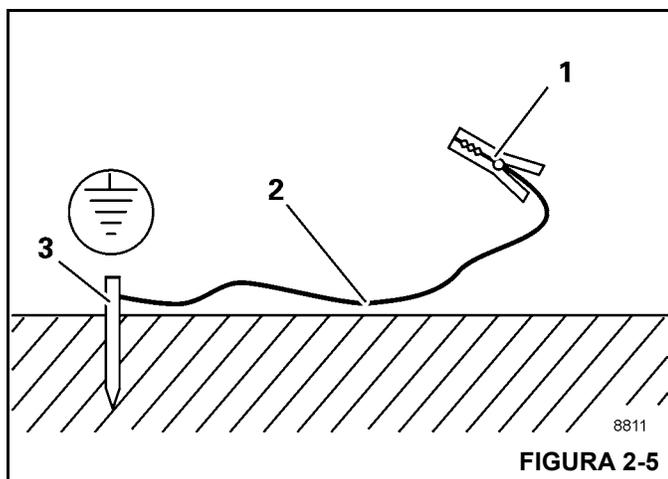

FIGURA 2-5
1. Martele uma haste de metal (3, Figura 2-5) (comprimento de aproximadamente 2,0 m (6.6 pés)) pelo menos 1,5 m (5 pés) no solo.
2. Umedeça o solo ao redor da haste de metal (3) para obter melhor condutividade.
3. Prenda o cabo isolado (2) na haste de metal (3), seção transversal de pelo menos 16 mm2 (0.025 pol2).
4. Conecte a extremidade livre do cabo com um grampo (1) a um local com boa condutividade elétrica na estrutura.